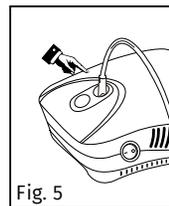

Fig. 5
7. Collegare l'altra estremità del tubo dell'aria alla bocchetta sul nebulizzatore (Fig. 5).